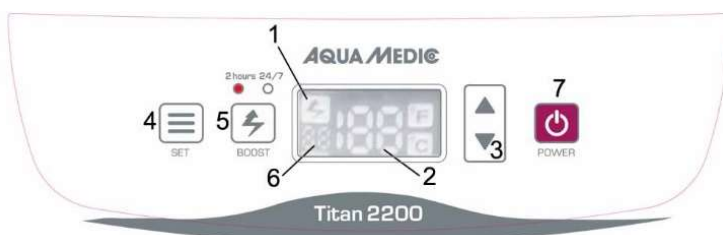

Fig. 1: Visualizzazione Titan 200 - 2200
**Programmazione:** Il display mostra la temperatura effettiva dell'acqua e il set point. Per spegnere il dispositivo, tenere premuto il pulsante di accensione (Fig. 1, n. 7) finché il display non si spegne.
**Funzione Boost:** Premendo il pulsante BOOST (Fig. 1, n. 5) si aumenta la potenza del ventilatore. Ciò consente al frigorifero di dissipare il calore più rapidamente, ma diventa anche più rumoroso. La funzione Boost può essere attivata solo per due ore (il LED sotto le 2 ore si accende) o in modo permanente (il LED sotto 24/7 si accende).